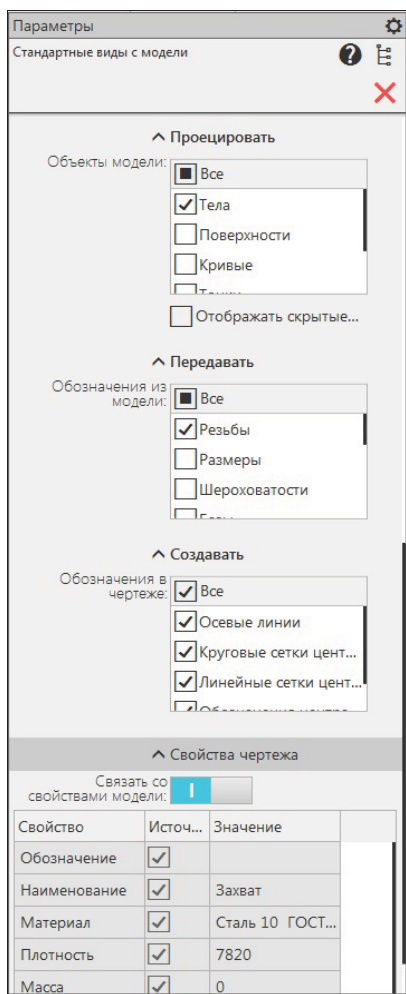

Рис. 24.3. Панель Параметры: Стандартные виды с модели (нижняя часть)
- ◆ раскройте группу **Линии** (рис. 24.3) на панели **Параметры**. В этой группе видимые линии отрисовываются линией *Основная*, переключатель **Невидимые линии** установлен в положение выключено, поэтому линии невидимого контура передаваться в изображение на чертеже не будут. Снимите галочку в окне **Черновое проектирование**;